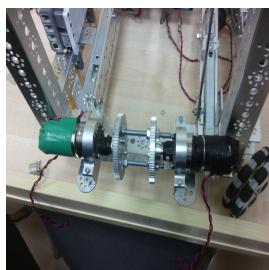

Рисунок 6
- Робот был частично разобран из-за недостатка деталей, была собрана примерная схема механизма передвижения подъемника(Рисунок 6)